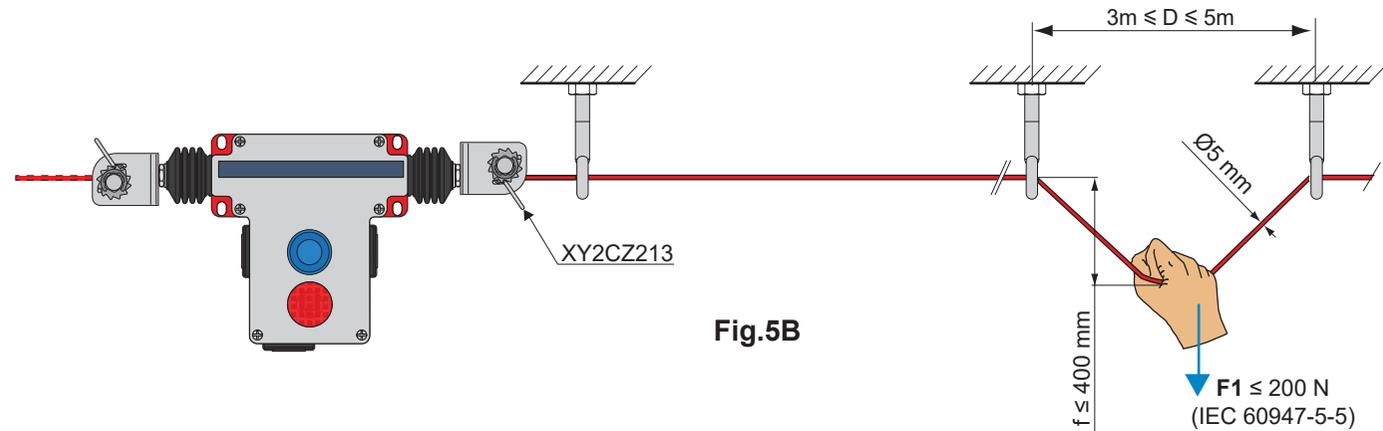

Fig.5B
1. Conecte los cables ② y ③ a los tensores ⑦ mediante una abrazadera para cables ⑩.
2. Conecte los 2 tensores ⑦ al dispositivo ① con un trozo de cable ② y ③ pasando por las guías de cable ③ y utilizando abrazaderas de cables ⑩.
3. Apriete los cables ② y ③ girando los tensores ⑦.
**8b. Uso del tensor de trinquete (fig. 5B y 6)**